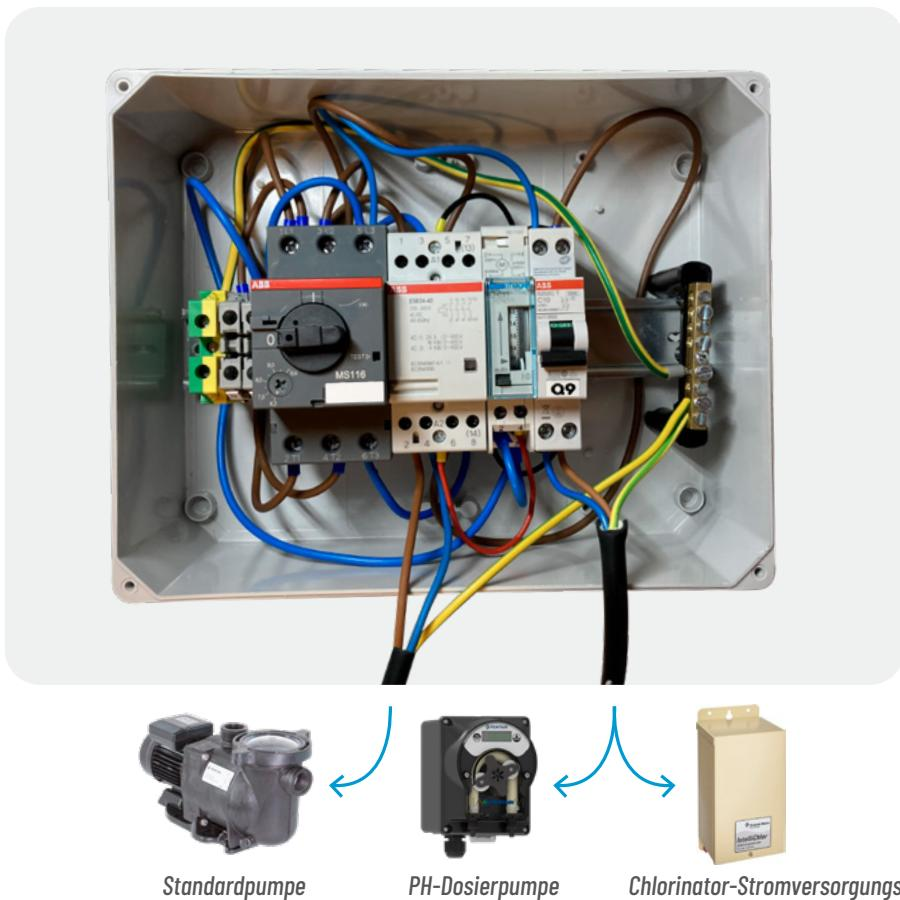

Abbildung 2 Entfernen Sie die Kabel vom Motorschutz zum Motor
2. Entfernen Sie die alte Einzelgeschwindigkeitspumpe, indem Sie die elektrischen Verkabelungen und Rohrverbindungen trennen. Siehe Abbildung 2.